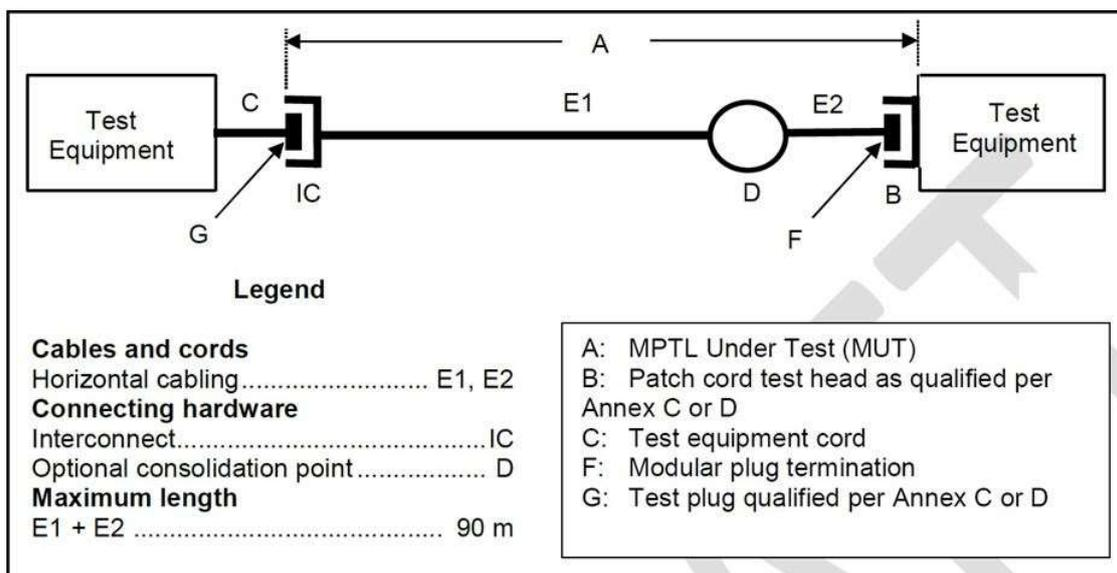

図 1. MPTL 試験の設定 (ANSI/TIA PN-568.2-D ドラフト 2.1 / 附帯書 F より抜粋)
これまでは、ANSI/TIA 568 及び ISO/IEC 11801（その地域版）では、パーマネントリンク（固定設置リンク）およびチャンネルリンク（全伝送リンク）の2つのリンクトポロジしか記載されていませんでした。一方、産業用配線では、技術報告書(ISO/IEC TR 11801-9902) および関連する測定指示書 (ISO/IEC 14763-4) を使用して、国際レベルで E2E リンクを導入しました。MPTL については、アメリカ標準規格 (PN-568.2-D ドラフト 2.1 / 附属書 F) で唯一、配電盤側をジャックで終端し、アクティブデバイス側をプラグで終端したリンクについて、述べています。その間に、分岐点 (CP) がある場合もあります。MPTL の最大長は 90 メートルです。この種類のリンクは、パーマネントリンクの基準値を適用して試験されます。リンク終端が異なるため、ローカル機（親機）およびリモート機（子機）では異なる測定アダプタが使用されます。配線盤側では、パーマネントリンクアダプタを使用してジャックを測定し、MPTL リンクのプラグを受け入れるために端末装置側でパッチケーブル測定アダプタを使用します（図 1 参照）。